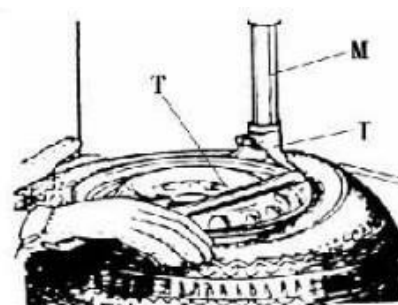

Figure 6
Abaissez le bras vertical (M) jusqu'à ce que la tête de montage/démontage (I) repose à côté du bord de la jante, retournez la poignée de verrouillage pour verrouiller le bras vertical et le bras pivotant en position, et ajustez également le culbuteur pour le montage/démontage la tête peut s'élever automatiquement de 2 à 3 mm à partir du bord de la jante. Insérez le levier de levage (T) entre le talon du pneu et la partie avant de la tête de montage/démontage (I) et déplacez le pneu au-dessus de la tête de montage/démontage comme indiqué **Figure 6**.